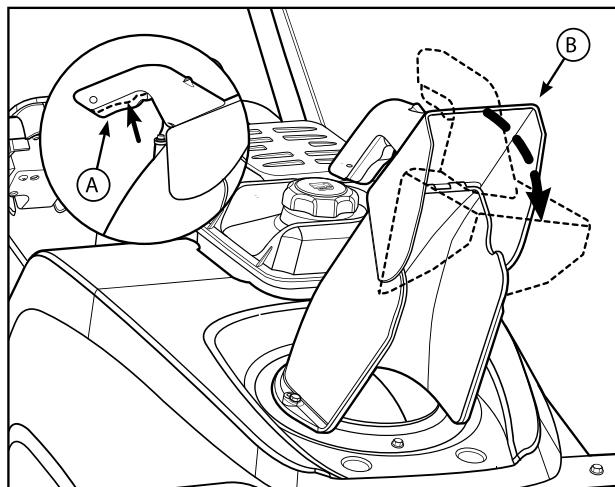

Рис. 11
- Нажмите кнопку (A, Рис. 11) на рукоятке дефлектора и настройте дефлектор В вверх или вниз, чтобы контролировать высоту и расстояние выброса снега.